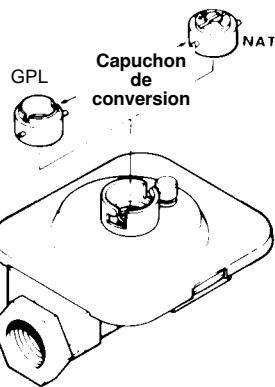

FIGURE 12
1. Enlever le capuchon, pousser et tourner dans le sens anti-horaire. Retourner le capuchon et le revisser en place (figure 12).
- a. Convertir le détendeur du gaz naturel au GPL. (Voir les figures 12, 13 ou 14.)
- a. Convertir le détendeur du gaz GPL au gaz naturel. (Voir les figures 12, 13 ou 14.)